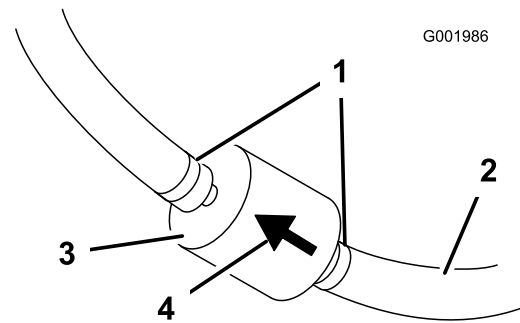

Figura 44
5. Premete le estremità delle fascette stringitubo ed allontanatele dal filtro (Figura 44).